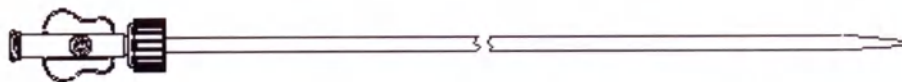
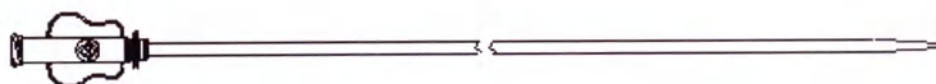

Рис. 3. Расширитель с переходником типа Люэр (серия 800)
Рис. 4. Расширитель (серия 550/700/900)
- 2) Расширитель/ Расширитель с переходником типа Люэр (Рис. 3 и Рис. 4)